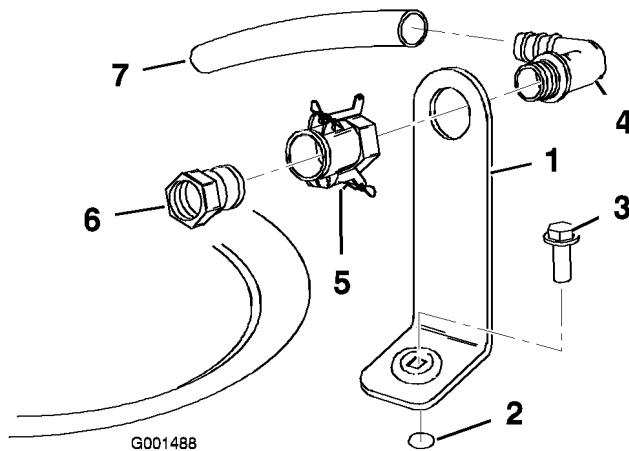

Figure 3
1. Placez le support de prise de remplissage au-dessus du trou fileté de la cuve et fixez-le avec un boulon à embase (5/16 x 3/4 pouce) (Figure 3).
2. Passez l'extrémité fileté du raccord coudé dans le trou du support et vissez-y le raccord rapide pour le fixer au support (Figure 3).
3. Raccordez l'adaptateur de flexible au raccord rapide (Figure 3).
4. Bloquez l'adaptateur en place en basculant les leviers vers l'adaptateur puis en les fixant en position avec les goupilles fendues (Figure 3).
5. Placez le flexible anti-siphonnage sur l'extrémité cannelée du raccord coudé 90 degrés (Figure 3).